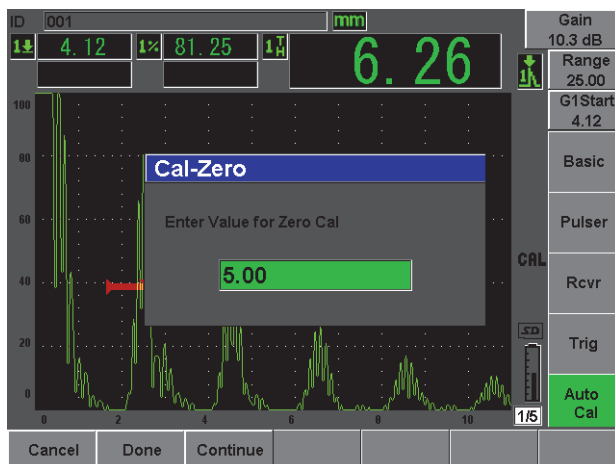

Figura 2-14 Valor de Cal-Zero
6. Pressione **Cal-Zero** (veja Figura 2-14 na página 45).